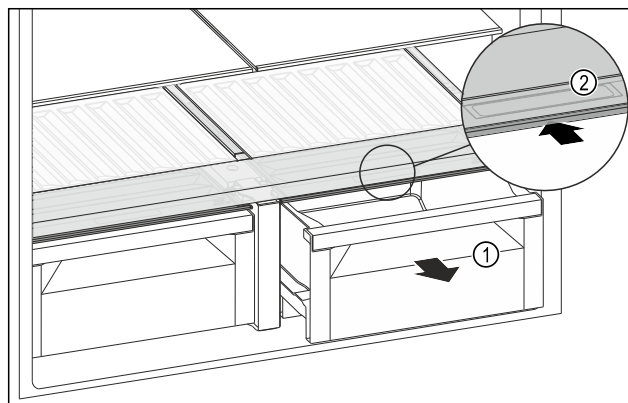

Fig. 123
- Retirer le tiroir Fig. 123 (1).
- Saisir la poignée encastée Fig. 123 (2) du couvercle du compartiment et pousser le couvercle du compartiment vers l'arrière.